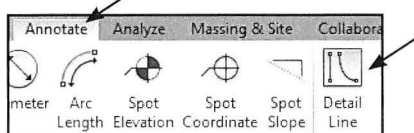
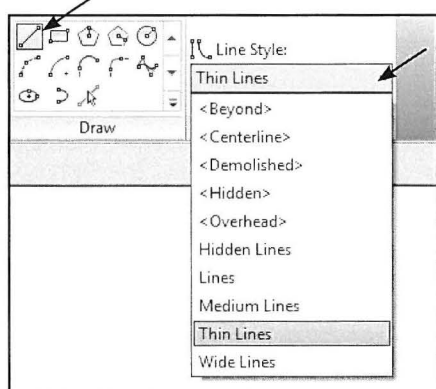

Fig. 15.16. Annotate - Detail Line.
Fig. 15.17. Forskellige linietyper kan vælges og ligger under Line Style.
- Klik *Annotate - Detail Line* (Fig. 15.16).
- Vælg linietype og tegneredskab i toppen af skærmen nu. Vi vælger blot det som Revit automatisk vælger (Fig. 15.17).
For nu at anvende den *Line Style* du har oprettet, klik igen på *Annotate - Detail Line* (Fig. 15.16, forrige side) og vælger den nye linie på listen under *Line Style* (Fig. 15.17, forrige side).